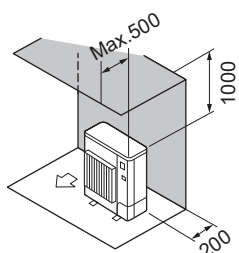

Fig. 2-8
- ② Enbart hinder på baksidan och ovsidan (Fig.2-8)